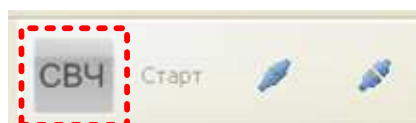

Рисунок 3.13 – Кнопка «СВЧ»
- включить сигнала на выходе СВЧ прибора нажав на кнопку «СВЧ» в правом верхнем углу окна программы управления (рис. 3.13) и кнопку «СВЧ» на передней панели прибора.